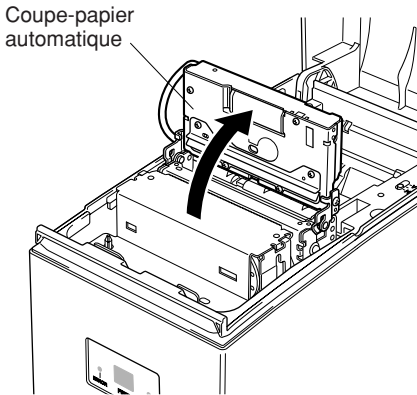

Fig. 5-9 Redressement du coupe-papier automatique
- ③ Soulevez le coupe-papier automatique pour la mettre en position verticale, comme indiqué dans la figure 5-9.
① Mettez l'imprimante hors découpage et débranchez le câble d'alimentation de la prise secteur.
② Ouvrez le capot.
③ Pour les modèles munis d'un coupe-papier automatique, relevez ce dernier de sorte à ce qu'il soit à la verticale, comme illustré à la Fig. 5-9.